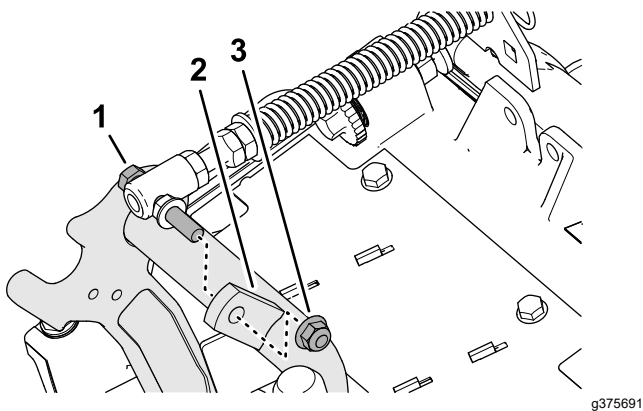

Figure 9
3. Retirez le contre-écrou à embase ($\frac{3}{8}$ ") qui fixe la vis du ressort de compensation sur la patte droite du bâti porteur, et retirez le ressort de compensation de l'unité de coupe (Figure 9).